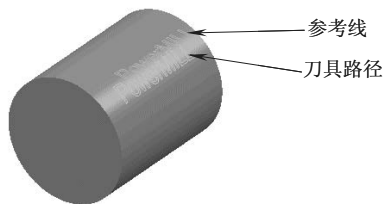

图 4-93 固定三轴加工时自动选项效果
1) 自动：沿刀轴方向降下刀具至零件表面，如图 4-93 所示。在固定三轴加工时，刀